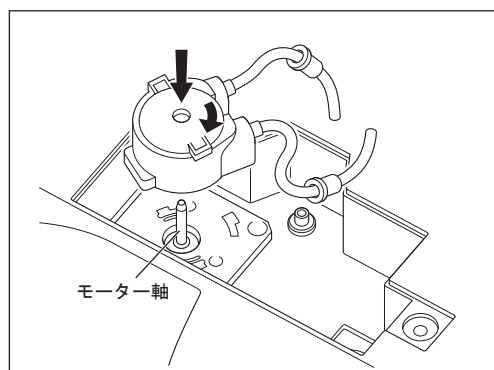

図56
- 7) 新しい注水ポンプ（別売品）をモーター軸にゆっくり挿し込み、右に「カチッ」と音がするまで回し、取り付けます（図56）。